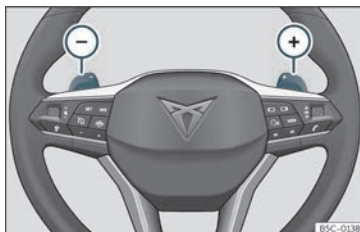

Fig. 157 Volante: leve per il cambio automatico.
- Premere la leva a bilanciere del cambio (+) per inserire una marcia superiore >>> fig. 157.